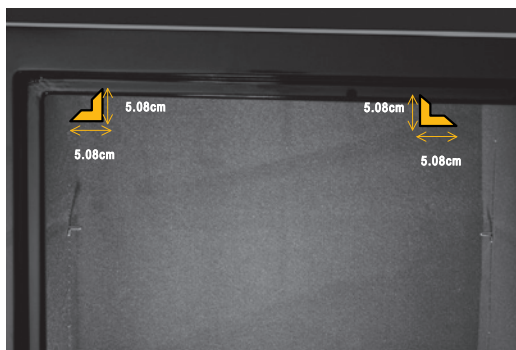

Abbildung 3.
- 1 In einem Abstand von 5,08 cm vom oberen Rand und den Seiten in den inneren Ecken des Tresors die Stellen für die Bohrungen mit einem Stift markieren (Abbildung 3).